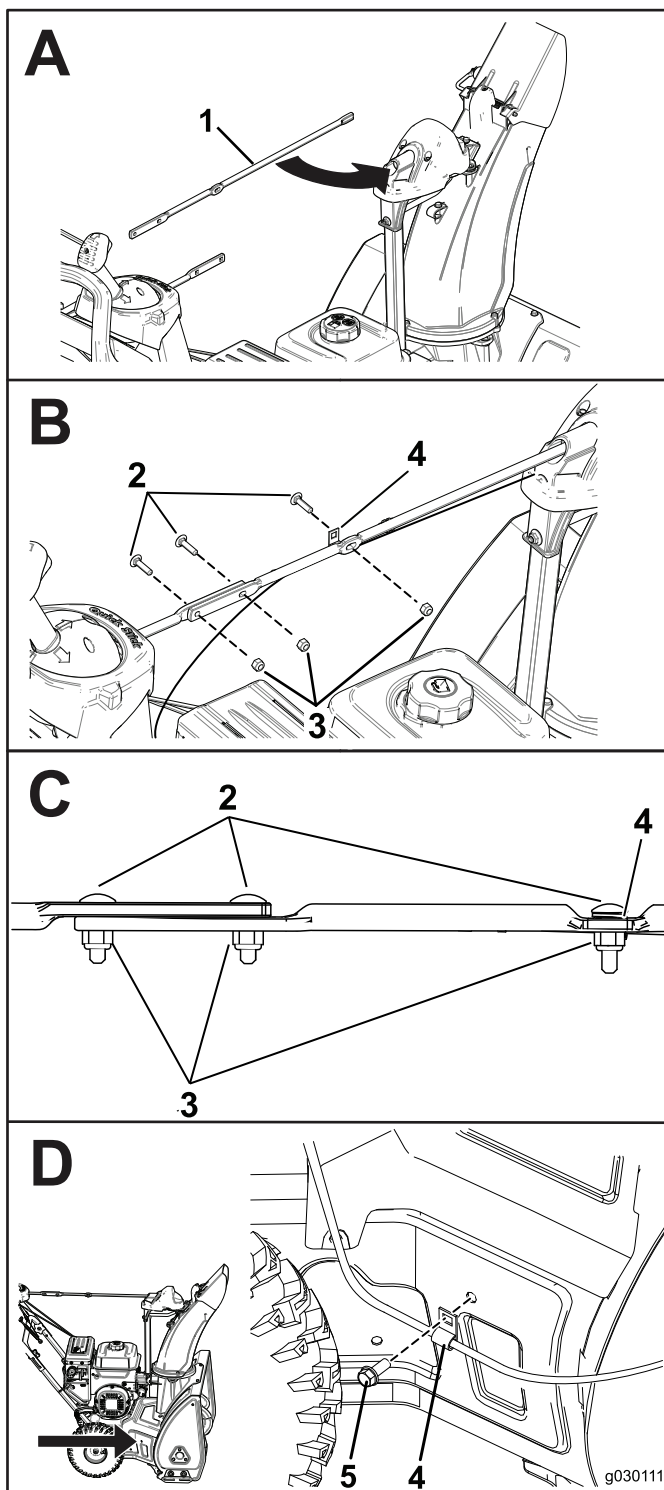

Figura 6
2. Monte la varilla del conducto y sujete los cables (Figura 6).